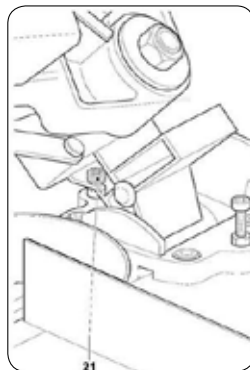

FIGURA 8.4
4. Ajuste el ángulo de la sierra 45° - Figura 8.4
- Afloje el botón-traba ángulo (6) y gire la mesa hacia el ángulo de inclinación absoluta.
- Si el ángulo no mide 45° ajuste, verifique el ángulo de inclinación usando la escala (7):
- Afloje la contratuerca y apriete o afloje el tornillo de ajuste hasta conseguir un ángulo de 45°. Apriete la contratuerca Figura 8.4.